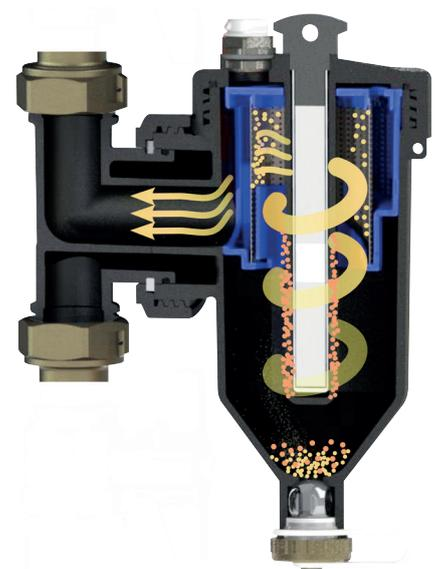

Abb. B3: mechanische Filtration
- **Mechanische Filtration:** Die noch nicht ausgefallenen Partikel werden durch das Filtergewebe (8) zurückgehalten (Abb. B3).